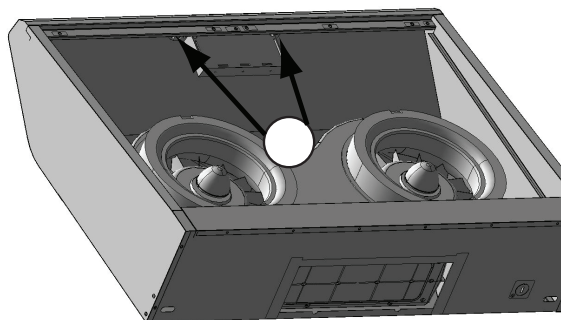

FIG. D5
3. Retirez les 2 vis fixant l'assemblage de la carte de circuit imprimé pour accéder à la carte de circuit imprimé (FIG. D5).